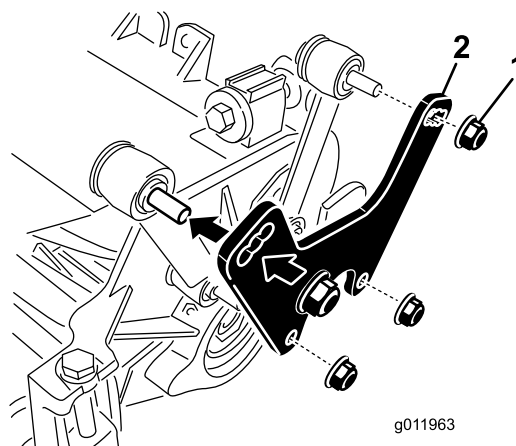

Figure 7
1. Retirez les écrous et rondelles qui fixent les biellettes de relevage à la plaque latérale du plateau de coupe et au bâti porteur (Figure 7).